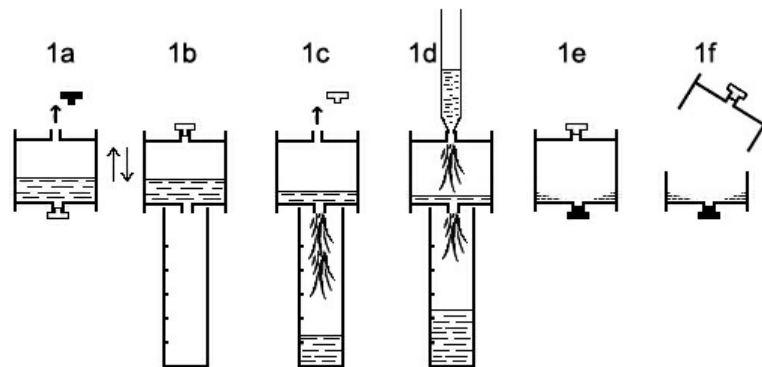

Figure 1
- Les phases de transvasement et de rinçage sont effectuées selon la séquence décrite dans la figure 1 :